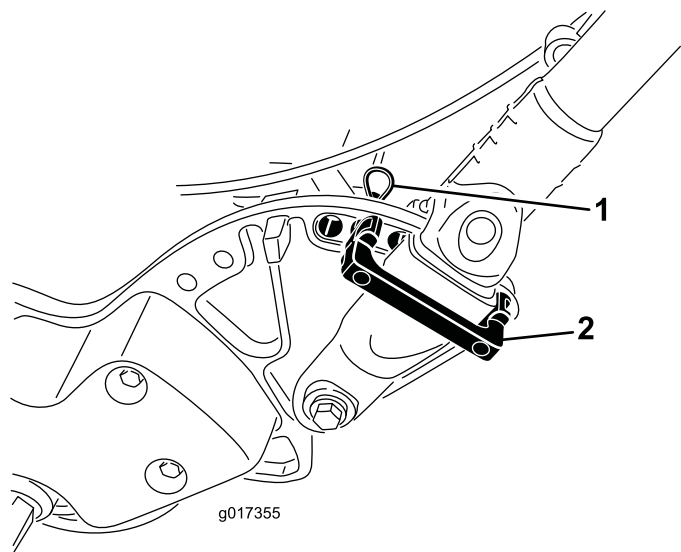

Figure 28
1. Retirez les goupilles fendues des retenues du guidon de chaque côté de la tondeuse (Figure 28).
2. Soutenez le guidon, retirez les goupilles fendues de chaque côté et faites pivoter le guidon à la position voulue (Figure 28).